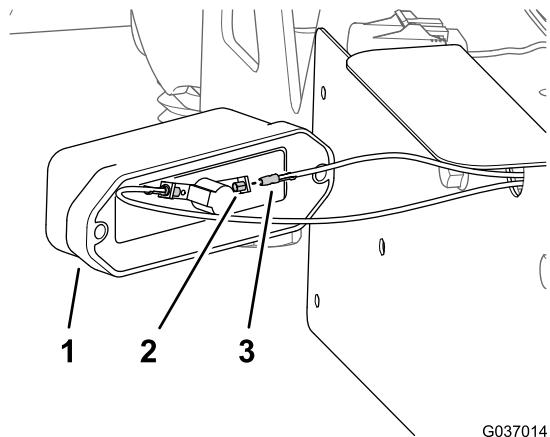

Figura 54
1. Encaminhe os dois conectores estilobala rotulados LUZ DA MATRÍCULA nas duas tomadas da luz da placa de matrícula (Figura 54).